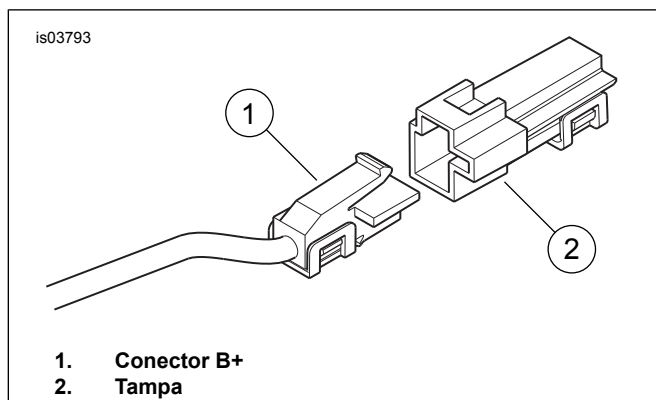

Figura 6. Conector B+
8. Corte os fios vermelho e laranja/branco do chicote de fios (5) do alto-falante e do amplificador com o comprimento adequado para alcançar facilmente os conectores de emenda selada do relé. Emende e sele os fios vermelho e laranja/branco ao conector de emenda selada (6) no fio vermelho do terminal 3 do relé.
9. Selecione o conector de emenda selada (7) na extremidade livre do fio **vermelho** que vem do terminal 5 do relé. Emende o fio vermelho em uma extremidade do suporte do fusível em linha (8) ao fio vermelho do terminal 5 do relé.
10. Emende a extremidade oposta do suporte do fusível em linha no fio adaptador de 12V (9) com o conector de emenda selada azul (10) do pacote de ferragens.
11. Veja Figura 6. Localize o conector B+ (1) (positivo da bateria) no chicote de fios principal sob o assento (um fio vermelho com conector cinza não usado). Remova a tampa (2) do conector B+.